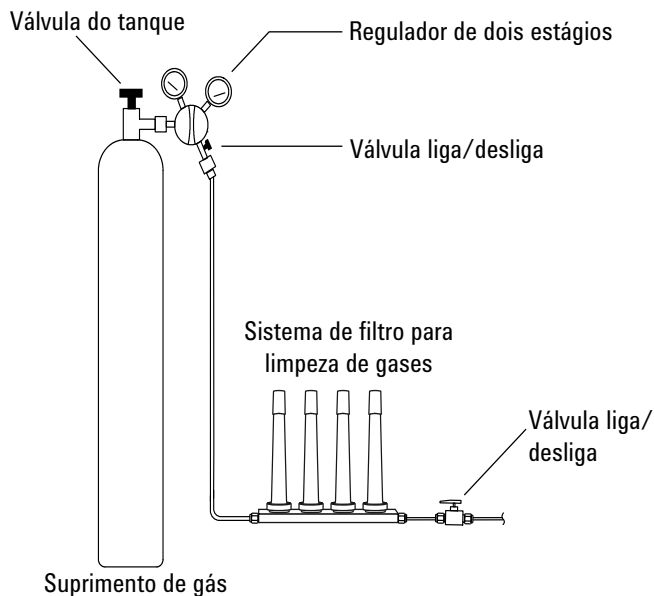

Figura 9. Conectar os suprimentos de gás
- 1 Defina onde você irá instalar os traps na linha de tubulação de fornecimento. A **Figura 9** mostra a ordem de traps recomendada para o gás de arraste e os locais recomendados das válvulas de ligar/desligar. Consulte também o *Guia de Preparação do local*.